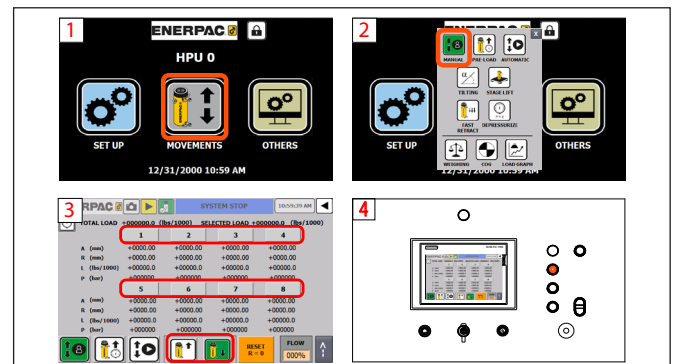

Abbildung 52: Procedure voor handmatige modus
4. Schalten Sie den Hauptschalter im Schaltschrank ein. Für die Position des Hauptschalters des Systems siehe Abbildung 52.